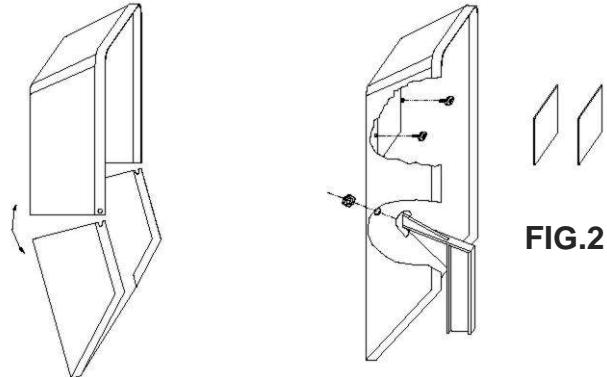

FIG.2
2. Per assemblare lo schermo di protezione per il viso (FIG.2), collocare innanzi tutto lo schermo di protezione in plastica nell'apposita apertura fissandolo con le due viti di chiusura. Posizionare l'impugnatura fissandola nella fessura del corpo di protezione, premerla con forza e ruotarla di 90° fino a che non raggiunge il foro nel corpo di protezione.